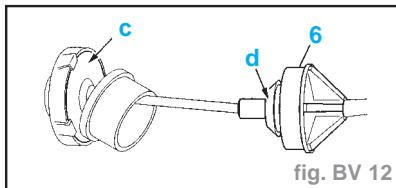

fig. BV 12
- Reposer les vis (21), couple de serrage : **3 daN.m.**
- Enduire la face d'appui de la rondelle de graisse multifonctionnelle **TOTAL N3945** en (C) (fig. BV. 12).
- Enduire de pâte de montage pour pneus le tampon (6) en (D).